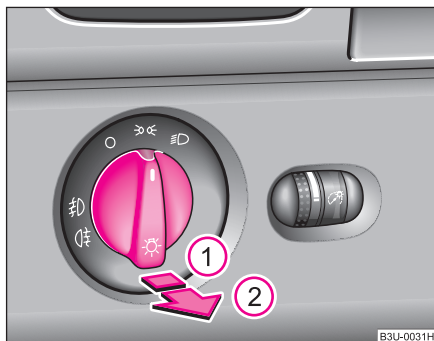

Fig. 35 Tabloul de bord: Întrerupătorul de lumină
- Rotiți întrerupătorul ⇒ fig. 35 în poziția ☀.
La autovehiculele cu **volanul pe dreapta*** ordinea aranjării întrerupătoarelor diferă parțial față de ⇒ fig. 35 ordinea prezentată. Simbolurile de pe întrerupătoare sunt totuși aceleași.